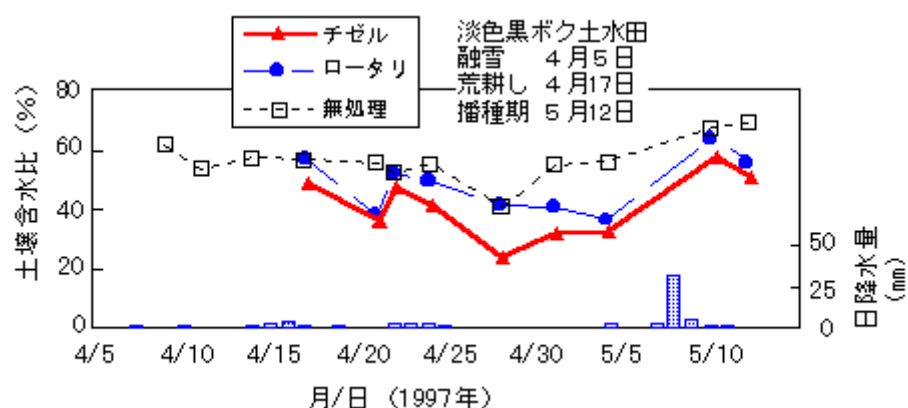
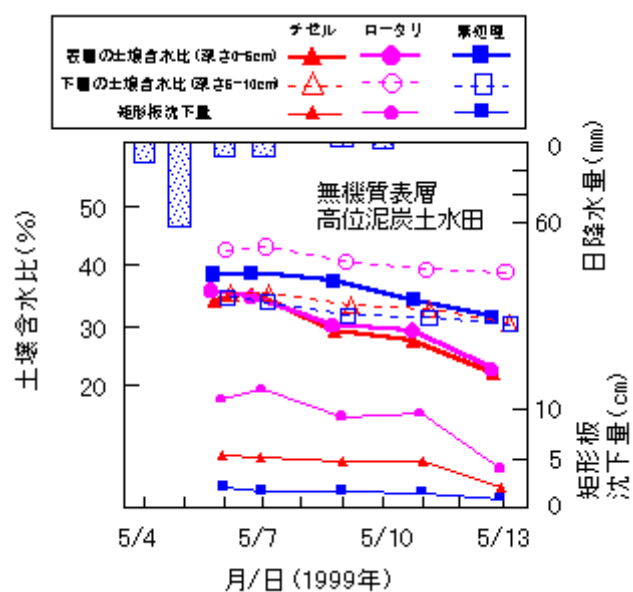

図2 融雪後の土壌含水比の推移
図3 降雨後の土壌含水比と矩形板沈下量の推移
(2)融雪後、チゼルプラウで荒起しを行うと土塊の間隙が大きく、排水が良いため、ロータリ耕起やまったく荒起しをしない圃場に比べて土壤水分が早く低下した(図2)。また、降雨後も表層および下層とも土壤水分が短期間に低下した(図3)。
(3)チゼルプラウで耕起すると大きな土塊が縦方向の荷重を支持するため、土塊を細かく碎土するロータリ耕起に比べて矩形板の沈下量が少なくなり、トラクタ等の走行性の向上が期待できる(図3)。